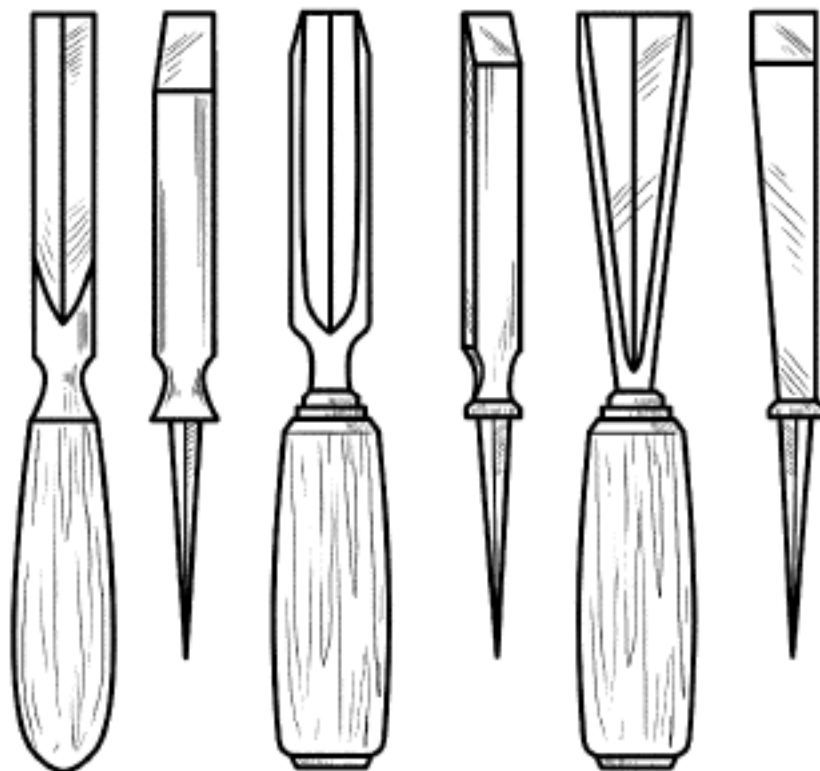

Рис. 16. Стамески-уголки
6. Стамески-уголки (рис. 16), находящие применение практически во всех разновидностях резьбы, так как ими очень удобно выбирать узкие канавки. Ширина лезвия составляет 5-30 мм, угол лезвия равен 45–70°.